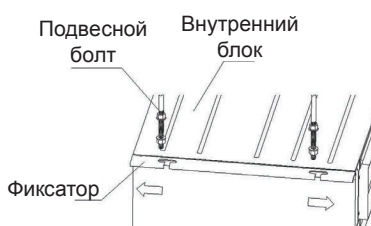

Рис. 4
- 2) Закрепить на внутреннем блоке подвесные болты (см. рис. 4).